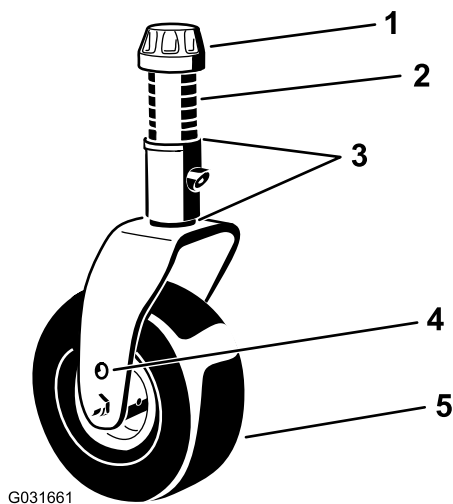

Bild 23
4. Lösen Sie die Spannkappe mit dem mitgelieferten Schraubenschlüssel für die Laufradkappe und nehmen sie von der Laufradspindelwelle ab. Schieben Sie die Laufradspindel aus dem Laufradarm heraus (Bild 23).